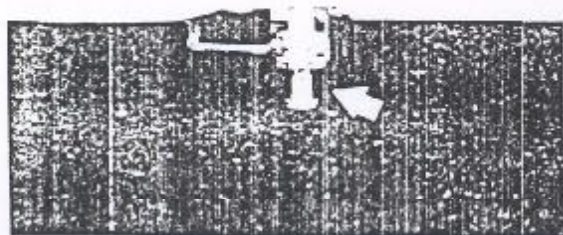

Figura 8.23.4 - Batente do capuz
5. Caso necessário, remover o batente, de seu suporte no capuz (Figura 8.23.4).